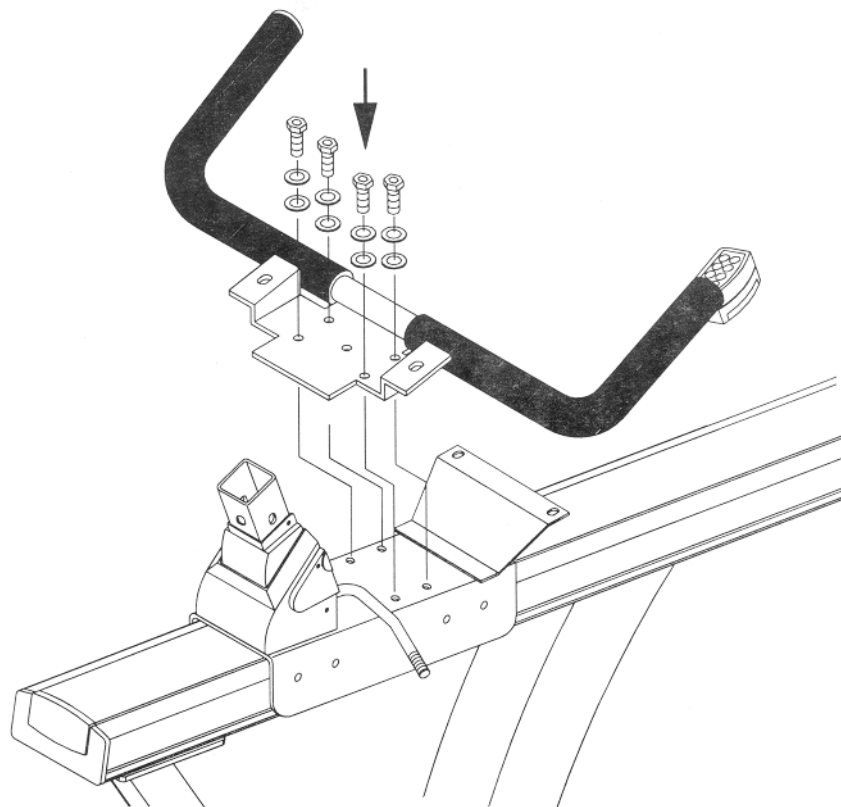

Fig.6
8. Maak de bevestigingsplaat van het handvat vast op het frame, door de bouten en sluitringen te gebruiken. (zie fig.6.)